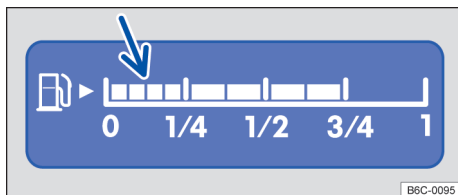
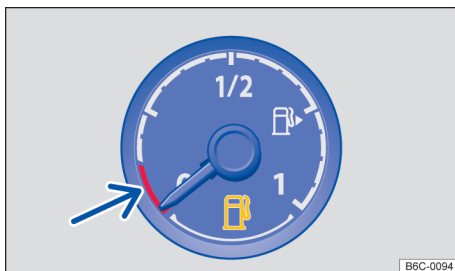

Fig. 13 No display do instrumento combinado analógico: indicador do nível de combustível (variante 1).
Fig. 14 No instrumento combinado analógico: indicador do nível de combustível (variante 2).
O indicador do nível de combustível pode ser diferente conforme o modelo do veículo → Fig. 13 ou → Fig. 14.
Marcação de reserva nos 4 segmentos pequenos (seta) → Fig. 13 Marcação vermelha (seta) → Fig. 14	Tanque de combustível quase vazio É consumido o combustível reserva → Página 251. Abastecer assim que possível → Ⓛ.
**i** A pequena seta ao lado do símbolo da bomba de combustível no mostrador → Fig. 13 ou → Fig. 14 indica de que lado do veículo está a portinhola do tanque de combustível.